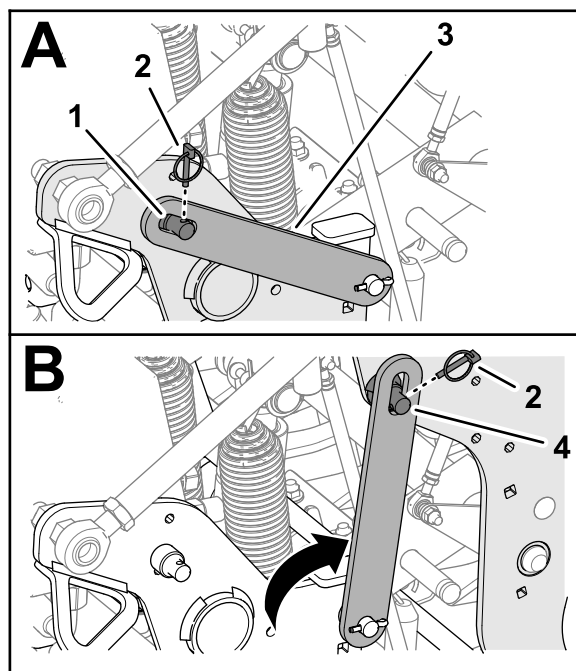

図 111
4. サービスラッチをサイドプレートに固定しているリンチピンを外す 図 111。